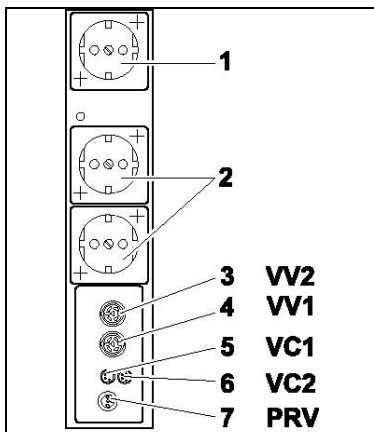

Fig. 10 : Raccordements unité centrale
1. À l'aide du câble fourni, relier le connecteur de signal du contrôleur de vide et le raccordement VC1 (fig. 10/5) de l'unité centrale.
2. En cas d'utilisation de deux contrôleurs de vide, relier le connecteur de signal du deuxième contrôleur de vide au raccordement VC2 (6) de l'unité centrale.
3. Enfoncer la fiche électrique du contrôleur de vide dans la prise (2) de l'unité centrale.
4. En cas d'utilisation de deux contrôleurs de vide, enfoncer les fiches électriques des vannes pour le vide dans les raccords VV1 (4) et VV2 (3) de l'unité centrale.
5. Enfoncer la fiche de l'électrovanne de mise à l'atmosphère dans le raccordement PRV (7) de l'unité centrale.
6. Enfoncer la connexion secteur de la pompe dans la prise indiquée (1) de l'unité centrale.
2. Enfoncer la fiche de la vanne de liquide de refroidissement dans le connecteur VV1 (voir Fig. 10/4) du contrôleur de vide.